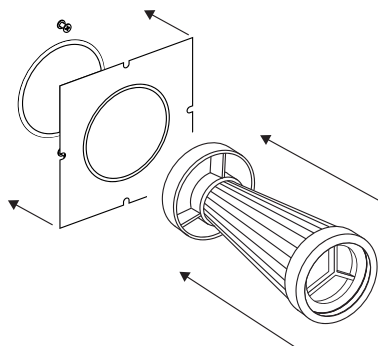

Рисунок 6.7. Установка фильтра и уплотнительного элемента
8. Приклейте уплотнительный элемент на стену. Вставьте фильтр в трубу (рис. 6.7). Край фильтра должен быть углублен в воздушном канале на 20 мм.